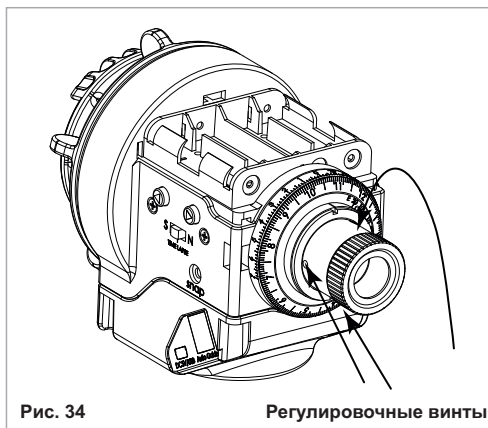

Рис. 34
4. Если же во время вращения вы заметили, что объект отклоняется от центра перекрестия искателя, его необходимо откалибровать. Для этого следует, вращая монтировку Star Adventurer, обнаружить место, в котором выбранный объект находится на максимальном расстоянии от центра перекрестия искателя. Затем переместите центр перекрестия по направлению к объекту, остановившись на середине (как показано на рис. 35), с помощью трех маленьких регулировочных винтов, расположенных на трубе искателя сбоку (рис. 34). Для этого вам понадобится шестигранный ключ 1,5 мм.